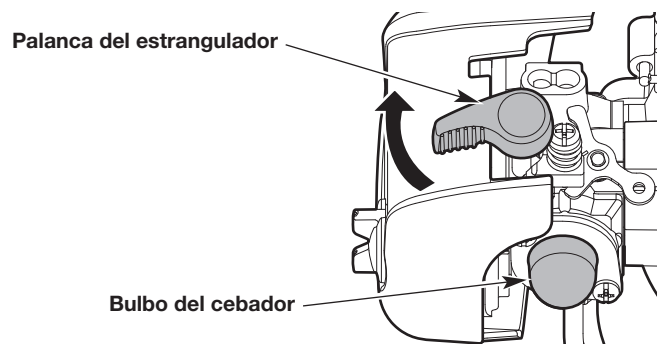

Fig. 12
1. Oprima y suelte despacio la pera del cebador **10 veces** (Fig. 12).
2. De vuelta la palanca del cebador en el sentido de las agujas del reloj hasta que encaje bien en su lugar (Fig. 12).